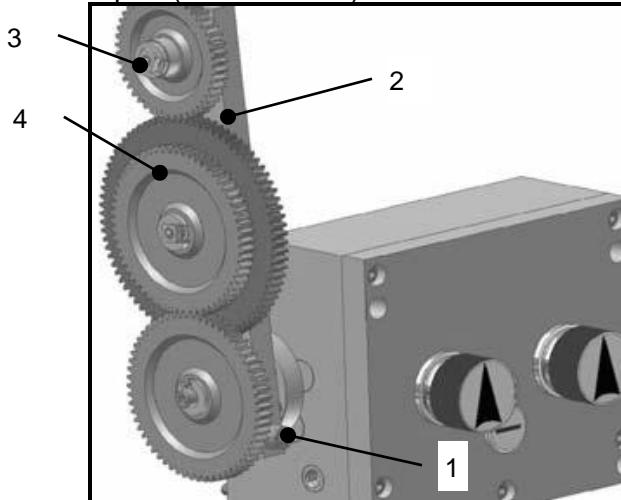

Рис. 15
- Ослабьте винт (1, Рис. 15) поворотной консоли (2, Рис. 15)
- Вынедете, повернув на себя, из зацепления со шпинделем консоль (2, Рис. 15) с набором шестерен для удобства настройки
- Извлеките фиксирующие шайбы осей шестерен, и открутите квадратные гайки (3, Рис. 15)
- Аккуратно снимите шестерни (4, Рис.15) с осей, извлеките передвигаемые сухари осей шестерен (не показаны).
После регулировки зазоров между шестернями и их фиксации, поворотом консоли (2, Рис.15) введите шестерни в зацепление с шестерней на шпинделе и зафиксируйте ее винтом (1, Рис.15).